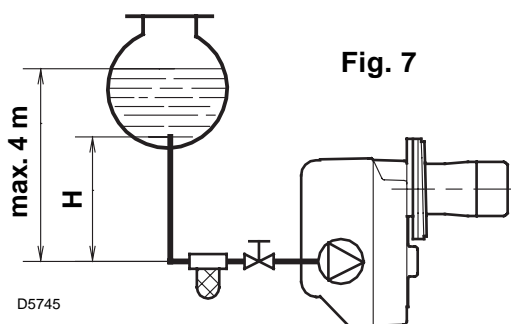
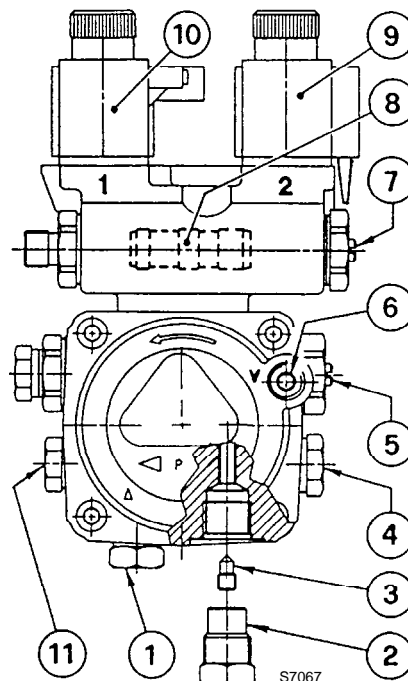

Fig. 7
Fig. 8
- De pomp is voorzien voor een installatie met twee leidingen. Draai bij één leiding de moer van de terugloopleiding (2) los, verwijder de by-pass schroef (3) en draai de dop (2) opnieuw aan, (zie fig. 8).
Bij een installatie zoals in fig. 7, de vacuümmetaansluiting (6, fig. 8) losdraaien tot er brandstof ontsnapt.